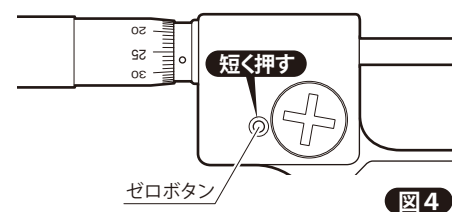

図4
- ④原点が一致したら、本体裏面のゼロボタンを短く押してください。 **図4**
- ⑤LCD表示部に『Set』が0.5秒ほど点灯後、数字の表示が下記のように表示されます。